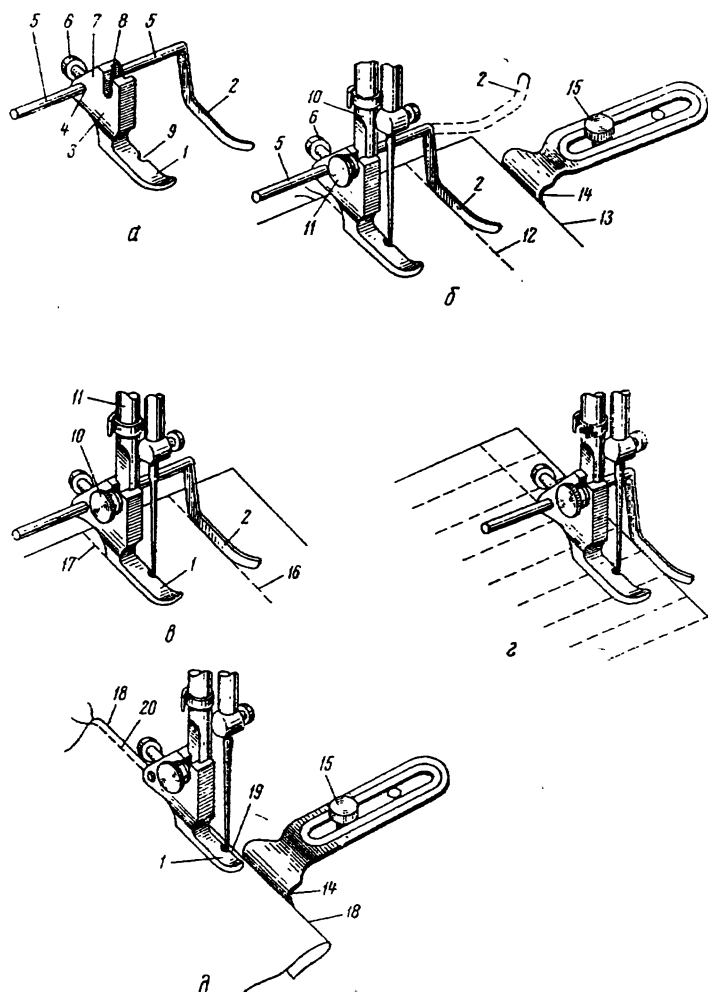

Рис. 11. Выполнение строчек с линейкой-направителем:
*У некоторых бортовых лапок винт находится с противоположной стороны (см. рис. 11)
Лапка с направителем (рис. 11, а) состоит из лапки 1 и приспособления к ней — линейки-направителя 2. Лапка имеет стойку 3. В приливе стойки сделано отверстие 4 для прохода через него рычага 5 от линейки-направителя 2; винт 6 проходит через прилив 7 стойки и при затяжке его рычаг 5 становится неподвижным. При ослаблении винта 6 рычаг 5 можно передвигать вправо и влево, т. е. вдоль
Намечать линии на ткани, по которым должны пройти строчки, не требуется: лапка с направителем сама обеспечивает параллельность строчек и равные расстояния между ними. Достаточно лишь наметить точку, от которой должна начаться первая линия, и черточку, указывающую ее направление. Затем, немного ослабив винт 6, чтобы рычаг 5 мог передвигаться, прикрепляют лапку с направителем к лапкодержателю 10 (рис. 11, б) винтом 11 и подкладывают ткань под лапку. Прежде чем опустить лапку на ткань, медленно вращая правой рукой маховое колесо, опускают иглу, а левой рукой направляют ткань так, чтобы игла вошла в намеченную на ткани точку начала первой строчки. После этого опускают лапку на ткань.
Если же рычаг 5 имеет недостаточную длину, чтобы линейку-направитель 2 поставить к краю 13 ткани, нужно, ослабив винт 6 и повернув линейку-направитель вверх, чтобы она не мешала, закрепить винт 6. На рис. 11, б такое положение линейки показано пунктиром.
Ткань под лапку подкладывают так, чтобы линейка-направитель 2 легла на первую строчку 16 (рис. 11, в), опускают лапку на ткань и начинают строчить. Во время шитья следят лишь за тем, чтобы линейка не сошла с первой строчки, тогда вторая строчка 17 пойдет параллельно первой на установленном расстоянии от нее. Затем, не изменяя положения линейки-направителя 2, подкладывают под нее вторую строчку 17 и т. д.
Если надо прострочить не просто параллельные строчки, а рисунок в виде клетки, то кроме продольных строчек прострачивают поперечные. Для этого поворачивают ткань на 90° и прокладывают строчки, как показано на рис. 11, г. Так, редкими стежками стегают одежду, одеяло, а средними стежками (длиной 2 мм) вышивают углы скатерти, используя шелковые нитки или мулине. Установив линейку-направитель ближе к лапке (на 1,5—2 см от нее), можно украсить мелкими клетками перед блузки или детское платье.
При помощи лапки 1 (рис. 11, д) без линейки-направителя с ограничительной линейкой 14 или без нее можно делать очень мелкие складки — защипы. Установив ограничительную линейку 14, прикрепляют ее винтом 15 к платформе машины. Ткань перегибают по намеченной крайней линии и подкладывают с левой стороны под лапку. При опускании лапки поправляют ребро 18 перегиба ткани так, чтобы оно лишь чуть-чуть выступало из-под правой стороны 19 лапки.